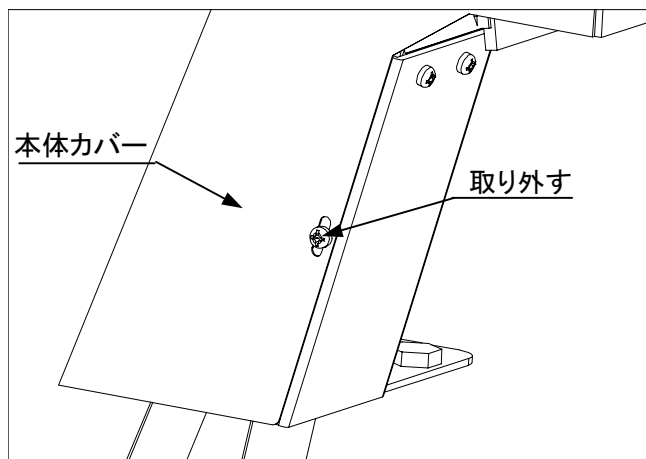

図9
- ① 主電源スイッチをOFFにします。
- ② 図9に示すM4ビスを外して、本体カバーを取ります。